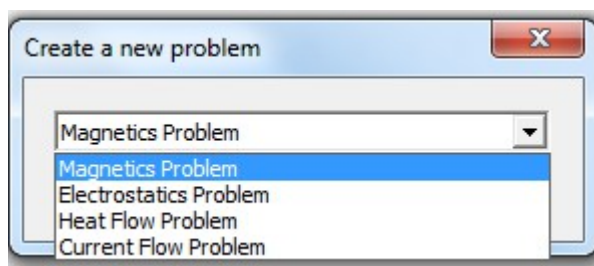

Рисунок 2 – Окно создать новую задачу
**1 Создать новую модель.** Меню «File» > «New». В открывшемся окне (рисунок 2) выбрать пункт «Magnetics Problem».